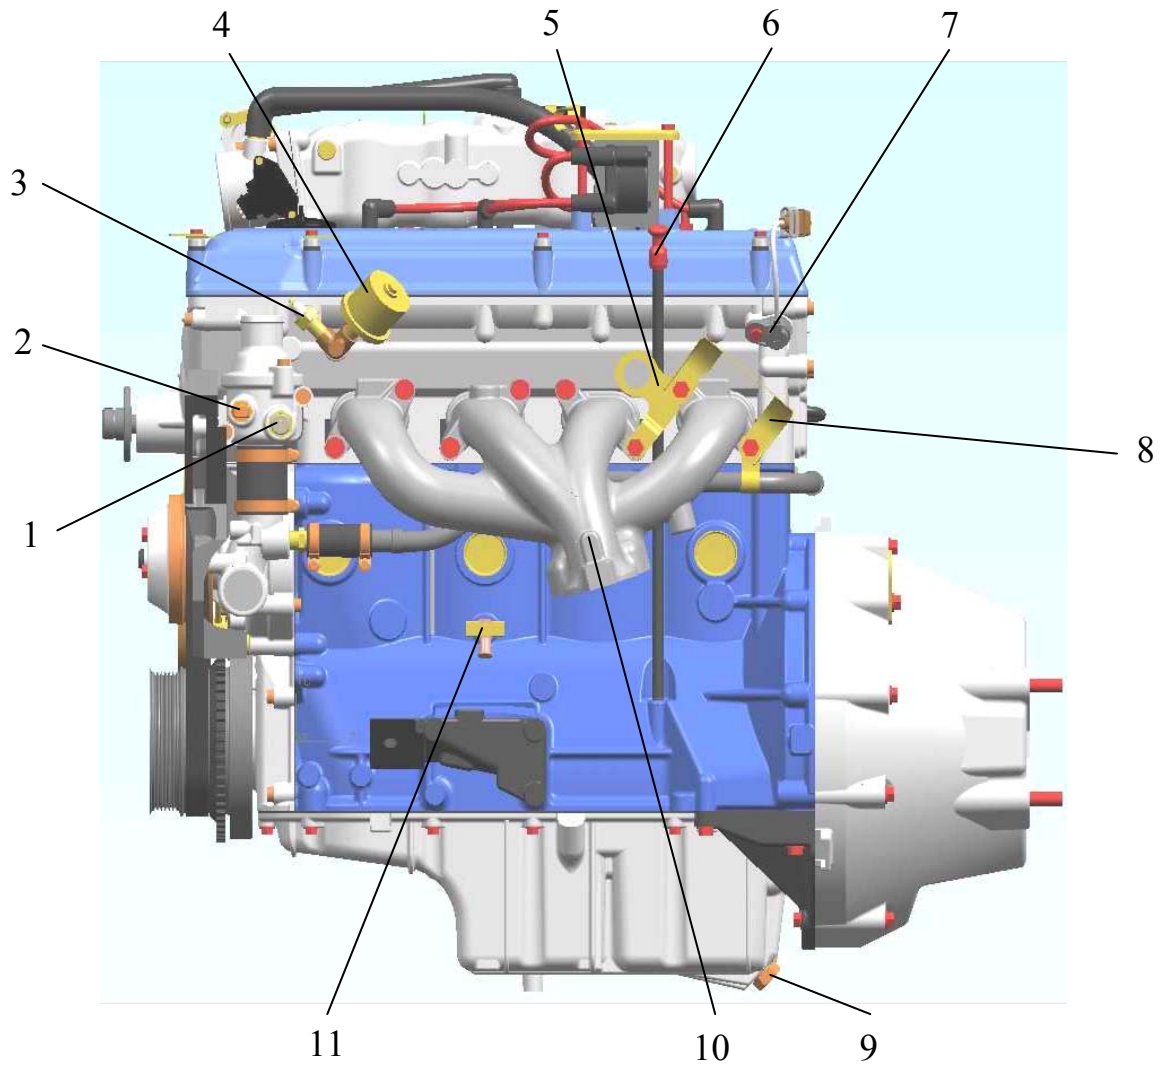
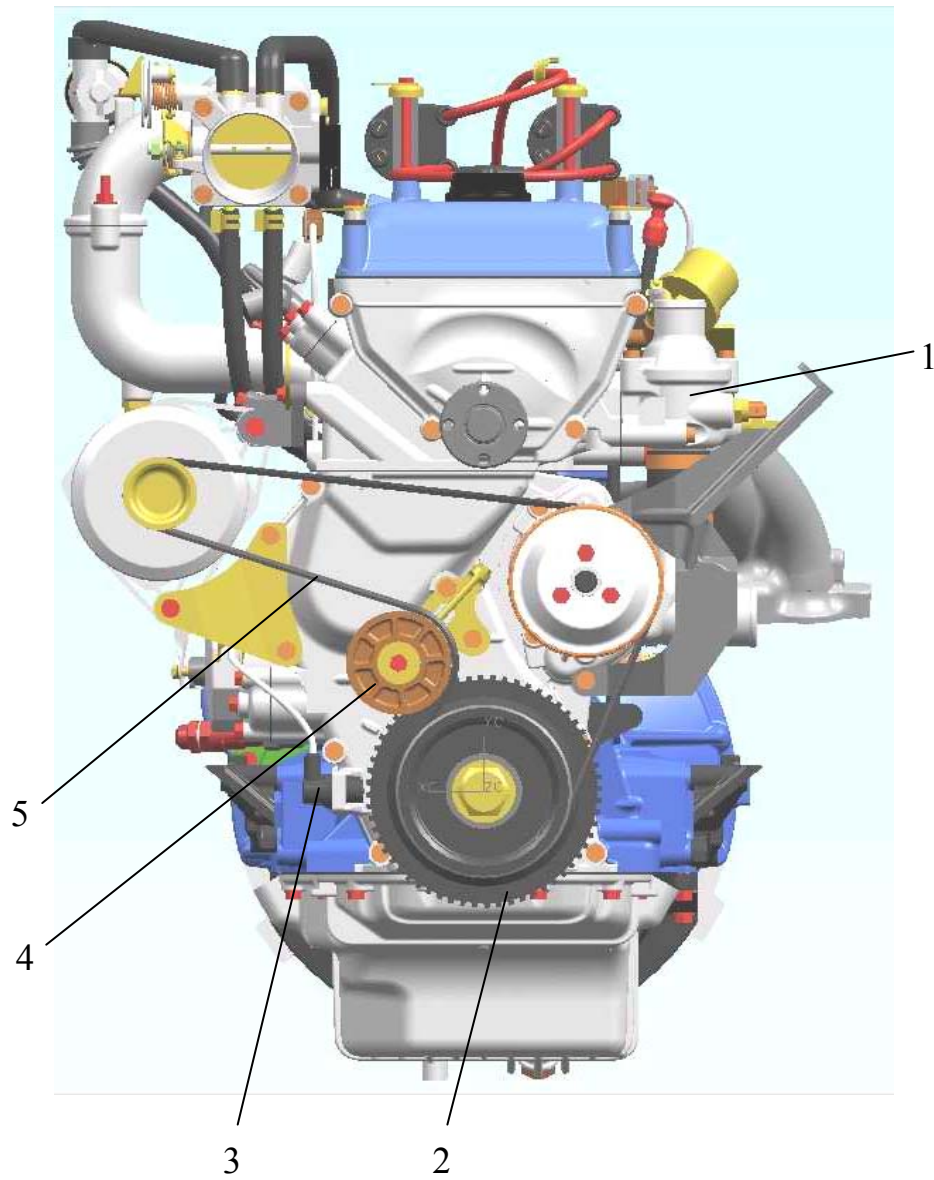

Рисунок 59 – Вид двигателя слева:
Рисунок 61 – Вид двигателя спереди:
6. Установить датчик указателя давления масла 4 и датчик сигнализатора аварийного давления масла 3 в головку цилиндров, предварительно капнув на резьбовую часть датчиков 1-2 капли герметика "Унигерм - 6" (рисунок 59).
8. Надеть ремень привода агрегатов 5 на шкивы коленчатого вала, водяного насоса, генератора и натяжного ролика 4 (рисунок 61).
9. Установить датчик фазы 7 в отверстие головки цилиндров и закрепить его болтом (рисунок 59), обращая при этом внимание на установку двух уплотнительных резиновых колец, таким образом чтобы фланец датчика плотно прилегал к поверхности головки блока до закрепления болтом.
10. Установить датчик синхронизации 3 в отверстие крышки цепи (рисунок 61);
19. Завернуть датчики температурного состояния двигателя 2 и указателя температуры 1 (рисунок 59) в корпус термостата 1 (рисунок 61), предварительно нанеся 2-3 капли герметика "Юнисил" на резьбовую часть датчиков.